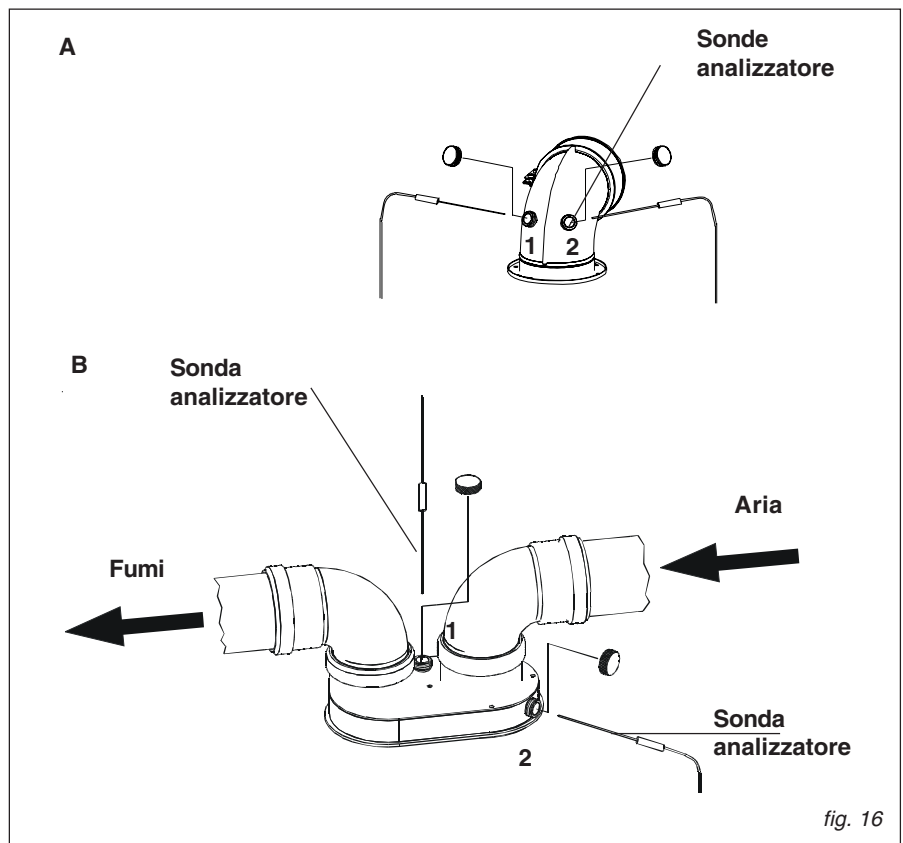

fig. 16
- misura dell'aria comburente prelevata nell'apposito foro 2 (vedi fig. 16).
- misura della temperatura fumi e della CO2 prelevata nell'apposito foro 1 (vedi fig. 16). Effettuare le specifiche misurazioni con la caldaia a regime.